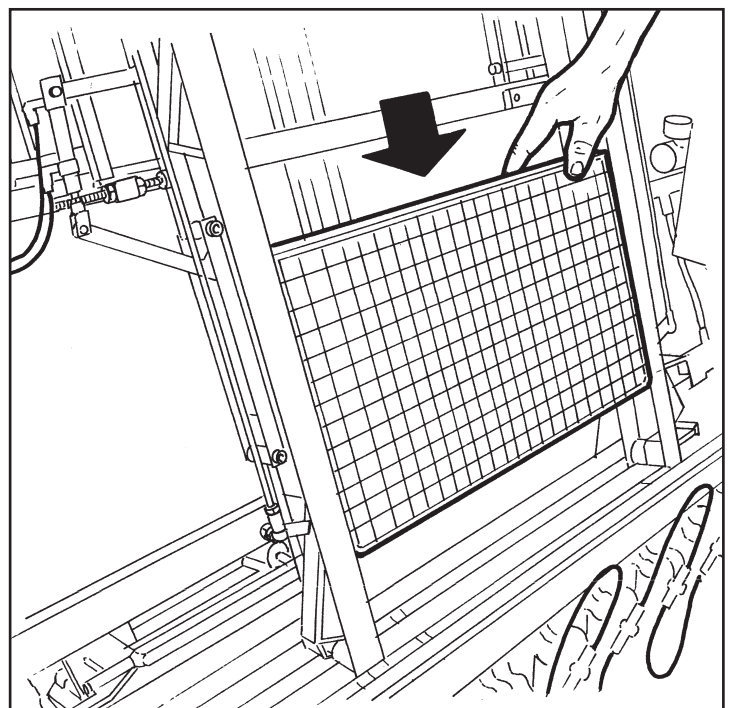

Fig. 2
- Subirse a la plataforma con ayuda de la escalerilla y pulsar el botón de **START (6)** en el cargador (o cargadores).
- El carro del elemento, pasados 30 segundos del **START**, sube a la posición alta para recibir la bandeja como se indica en la **Fig. 1** y acompañarla hacia abajo **(Fig. 2)** hasta activar, mediante los topes correspondientes, el ciclo de carga.